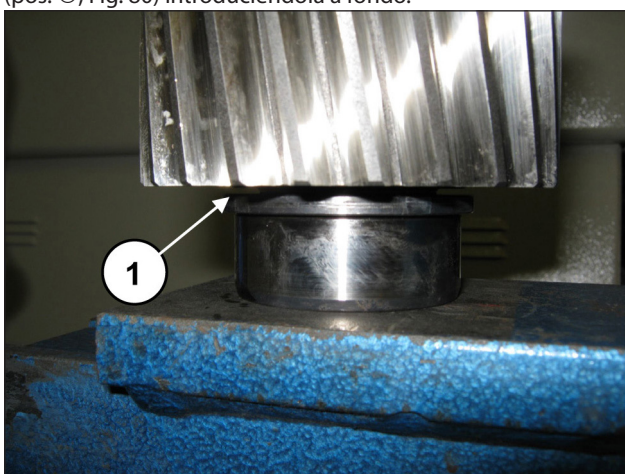

Fig. 80
Premontar en el piñón la anilla interna del cojinete 40x90x23 (pos. ①, Fig. 80) introduciéndola a fondo.